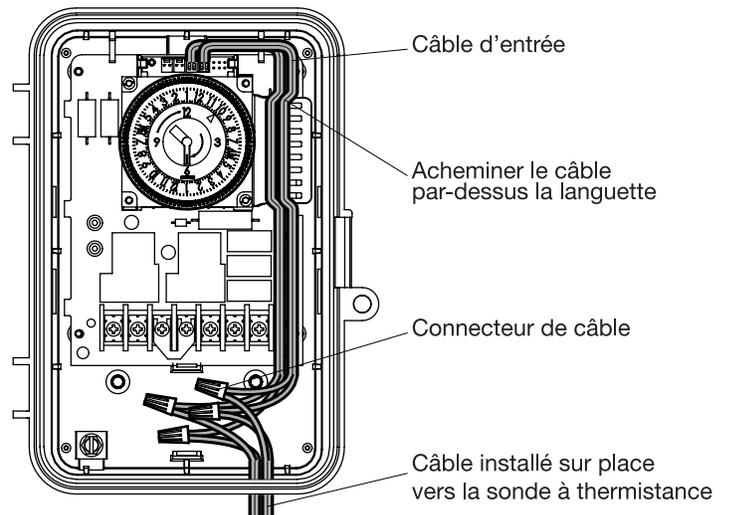

FIG. 4. Acheminer le câble d'entrée (exemple avec 2 sondes acheminées)
2. Acheminer le câble d'entrée au-dessus et autour du module ICUBE™ comme illustré à la FIG. 4.